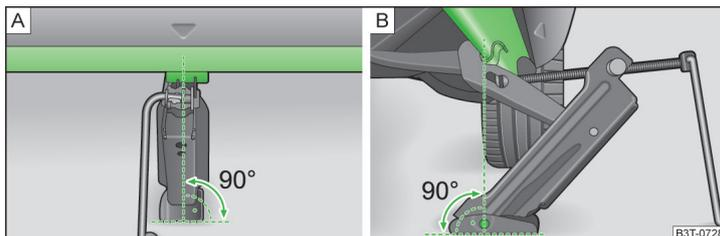

Fig. 150 Colocar el gato
Los puntos de apoyo se encuentran en el nervio metálico del larguero inferior en la parte inferior del vehículo. Sus posiciones están estampadas por medio de marcas en el área lateral del larguero inferior » fig. 150.
- Apoye la placa de base del gato con toda la superficie en un suelo recto y asegúrese de que el gato se encuentra en posición vertical respecto al punto de apoyo » fig. 150 - A.
- Gire el gato con la manivela debajo del punto de apoyo hasta que su garra se encuentre en el larguero inferior » fig. 150 - [B].